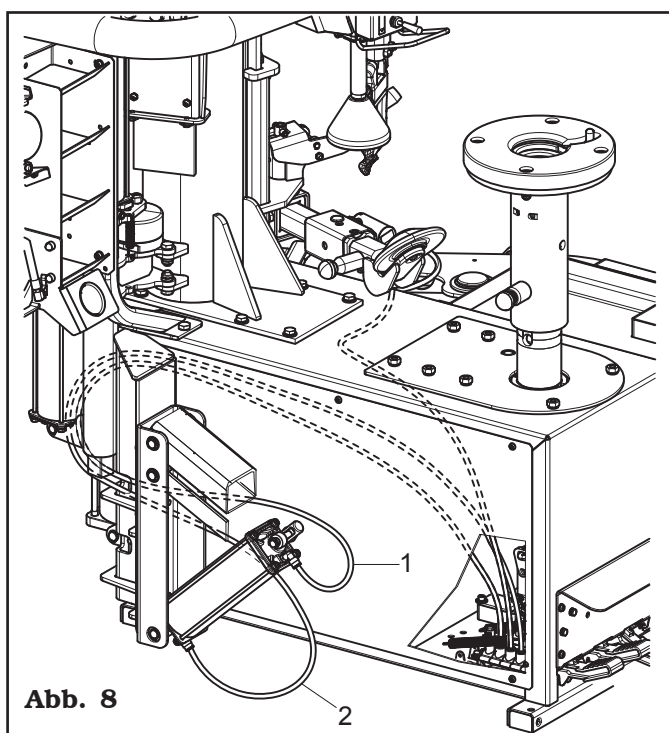

Abb. 8
6. Befestigen Sie die pneumatische Schläuche (**Abb. 8 Pkt. 1-2**), die aus der Pedaleinheit der Hubvorrichtung kommen, an den Hubzylinder, wie auf **Abb. 8** dargestellt ist.
VOR DER VERBINDUNG DER SCHLÄUCHE (ABB. 8 PKT. 1-2), VERSICHERN SIE SICH, DASS DIE SCHLÄUCHE DURCH DIE KABELFÜHRUNG AUS GUMMI PASSIEREN, DIE AUF DEM MASCHINENGESTELL DER HUBVORRICHTUNGSGEHÄUSE LIEGT.